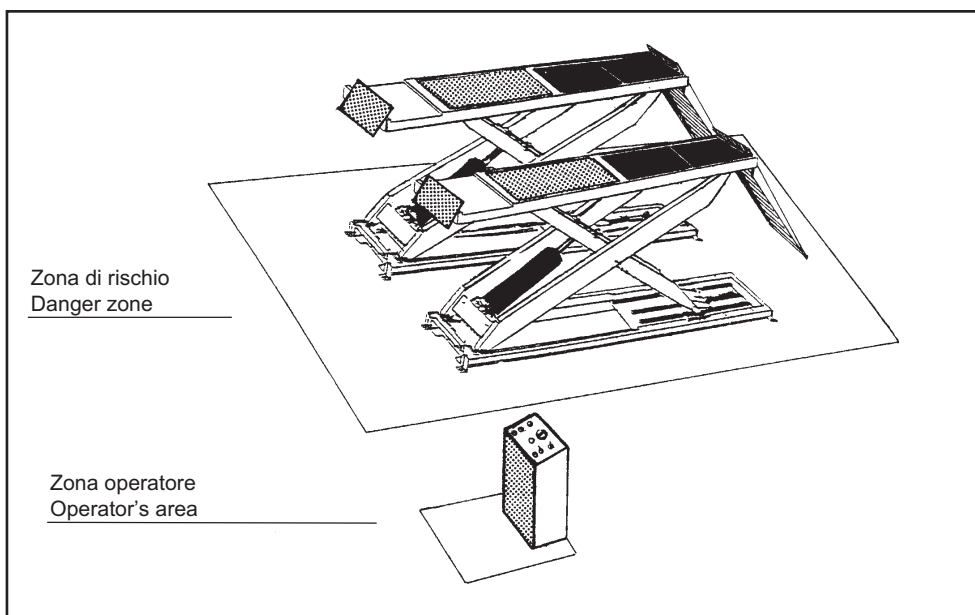

Fig.11
È estremamente importante che in fase di salita o discesa l'operatore agisca soltanto dalla postazione di comando indicata in Fig.11.
È vietato a chiunque sostare entro la zona a rischio indicata in Fig.11.
During lifting and lowering movements the operator must remain in the control station as defined in figure 11. The presence of persons inside the danger zone indicated in figure 11 is strictly prohibited.
- si rispetti la zona di sicurezza durante il sollevamento (vedere Fig.11),
- do not enter the safety zone while vehicles are being lifted (see Fig.11),